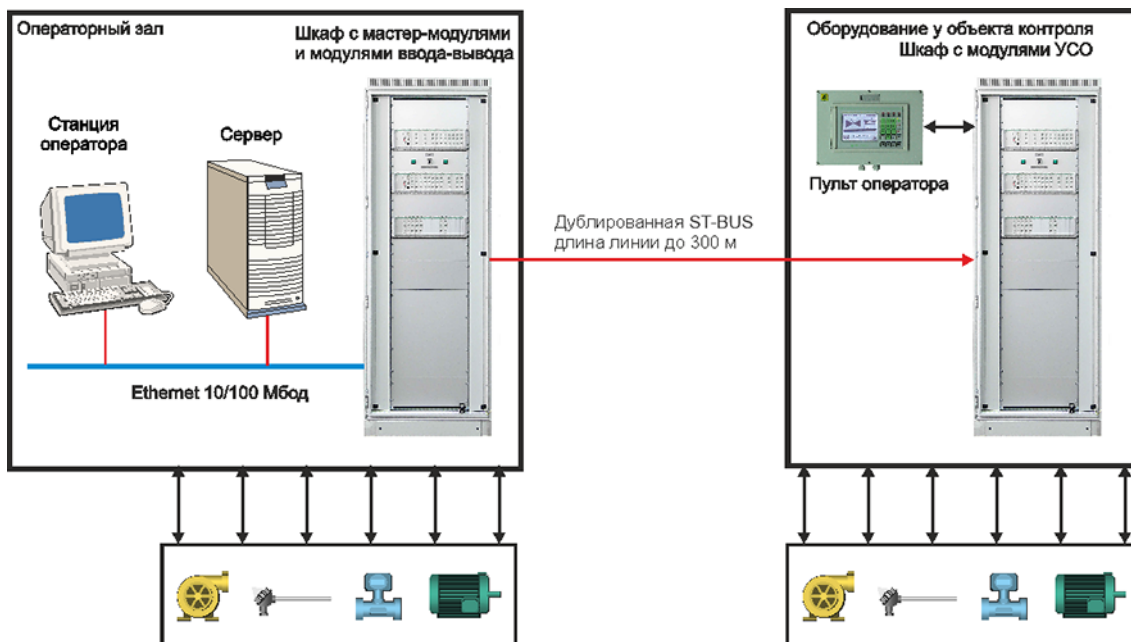

Рисунок 4 - Пример комбинированной структуры АСУ ТП
3) Третий способ является компромиссным между первым и вторым, проектировщик может разместить вместе с мастер-модулями, те модули ввода-вывода, датчики и исполнительные механизмы которых находятся в непосредственной близости от операторной. Пропорции между централизованно расположенными модулями ввода-вывода и удалёнными могут быть любыми (рисунок 4).